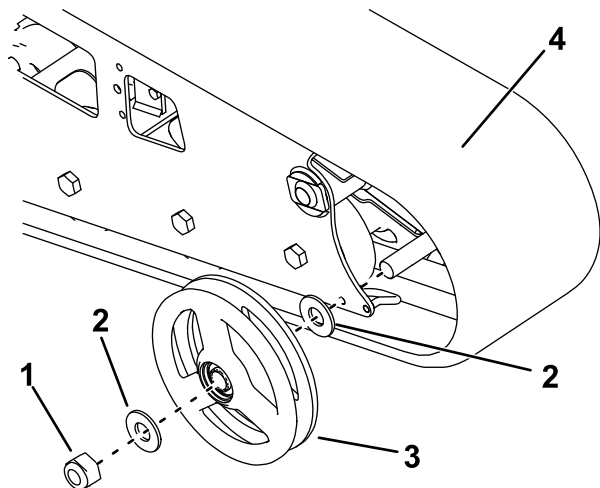

Bild 60
7. Nehmen Sie die Mutter ab, mit der das äußere Vorderrad befestigt ist. Nehmen Sie das Rad ab (**Bild 60**).
8. Nehmen Sie die Kette ab (**Bild 60**).
9. Ziehen Sie die zwei großen Scheiben aus den äußeren Rädern, eine an jeder Radseite (**Bild 60**).
12. Setzen Sie die neue Kette ein (**Bild 60**).
13. Montieren Sie das äußere Vorderrad und befestigen es mit der vorher abgenommenen Mutter (**Bild 60**).